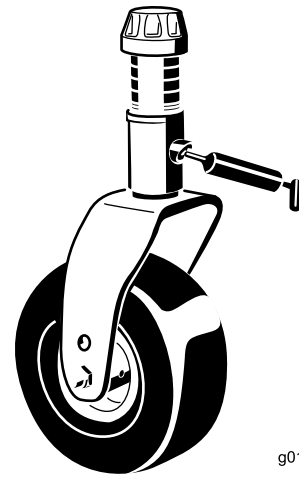

Bild 69
- Zwei Laufradgabel-Wellenbüchsen (Bild 69)